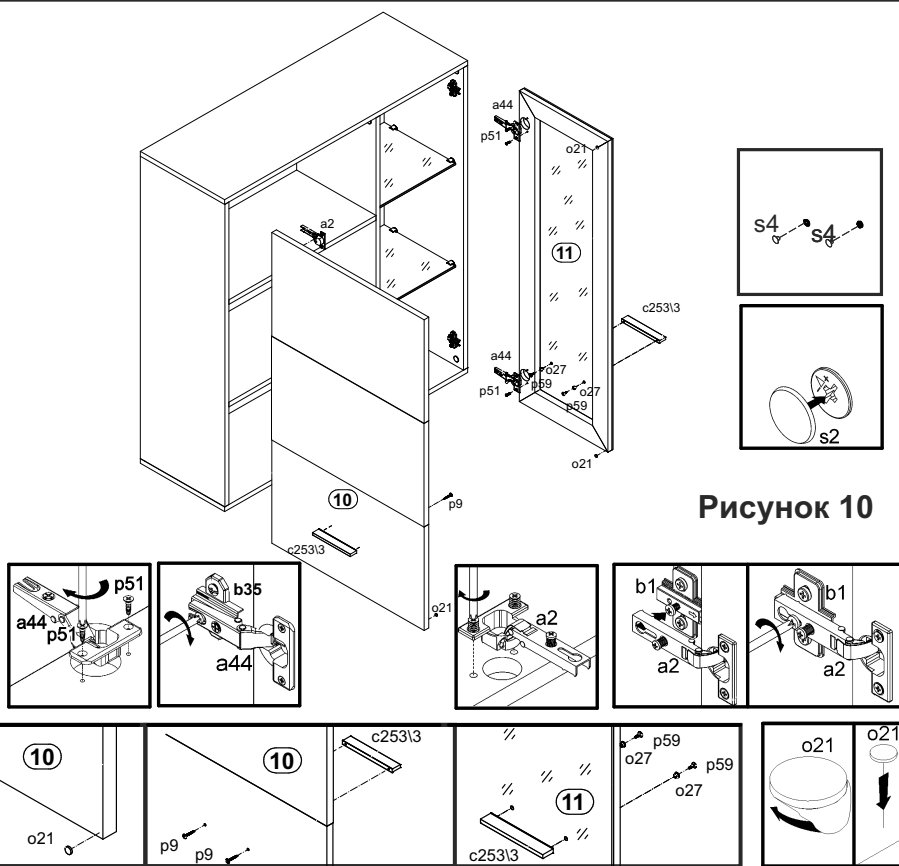

Рисунок 10
- Положить дверь **11** фасадной поверхностью вниз на ровную поверхность и закрепить на ней петли шарнирные **a44** шурупами **p51** (см.рис. 10).
- Положить дверь **10** фасадной поверхностью вниз на ровную поверхность и закрепить на ней петли шарнирные **a2** (см.рис. 10).
- Навесить двери **10, 11** на корпус изделия, совместив петли шарнирные **a44** с ответными планками петель **b35**, петли шарнирные **a2** с ответными планками петель **b1**. При необходимости отрегулировать положение дверей вращая регулировочные винты (см.рис. 10).
- На внутренней поверхности двери **10** в отверстия $\text{Ø}5 \text{ мм}$ вставить шурупы **p9**. Снаружи совместить отверстия ручки **c253I3** с резьбой шурупов и завернуть шурупы **p9**, удерживая ручку (см. рис.10). Оставшиеся отверстия $\text{Ø}5 \text{ мм}$ закрыть заглушками **s4**.
- На внутренней поверхности двери **11** в отверстия $\text{Ø}5 \text{ мм}$ вставить втулки **o27**, а затем шурупы **p59**. Снаружи совместить отверстия ручки **c253I3** с резьбой шурупов и завернуть шурупы **p59**, удерживая ручку (см. рис.10).
- На внутренних поверхностях дверей **10, 11** закрепить демпферы **o21** (см. рис. 10)